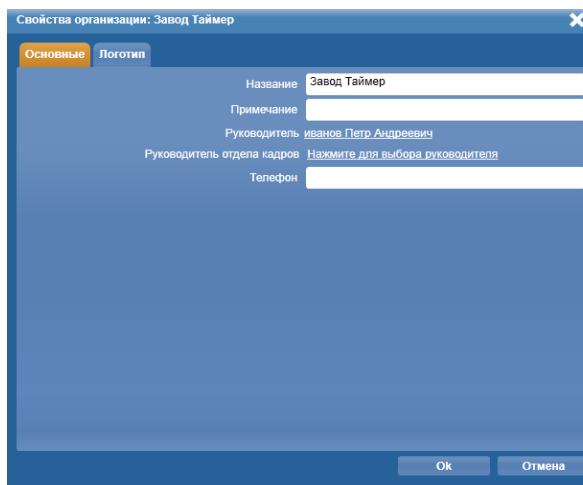

Рисунок 5. Окно **Свойство организации**
- 2) С помощью кнопки **Редактировать** на панели меню открыть окно **Свойства организации** (Рис. 5),